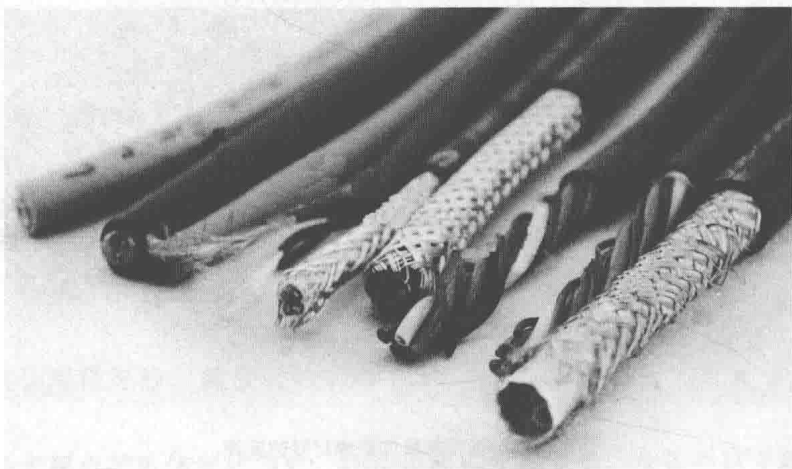

图 1.5 几种带有屏蔽层的电缆线的实物
e. 信号线的屏蔽。当导线用来传输音频信号和视频信号时，为了防止外界信号的干扰，应选用带有屏蔽层的导线。比如在音响电路中，功率放大器之前的信号线均需使用屏蔽线。演讲者在舞台上演讲时，若使用的是有线麦克风时，这个导线一定是带有屏蔽层的电缆线。如图 1.5 所示，就是几种带有屏蔽层的电缆线的实物。